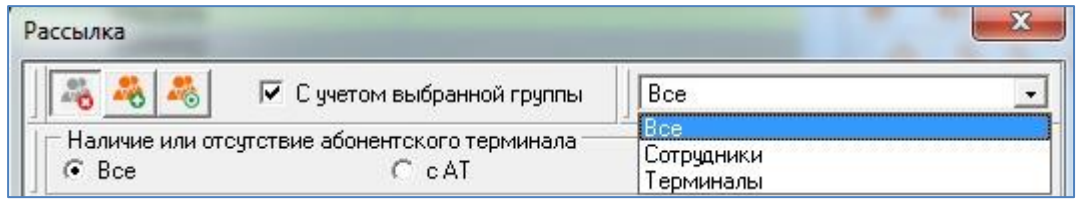

Рисунок 131 – Отбор в предварительный список формы «Расылка»
– выбора АТ, сотрудников с телефонами или всех. Для этого в выпадающем списке выбрать соответствующую опцию (см. Рисунок 131);